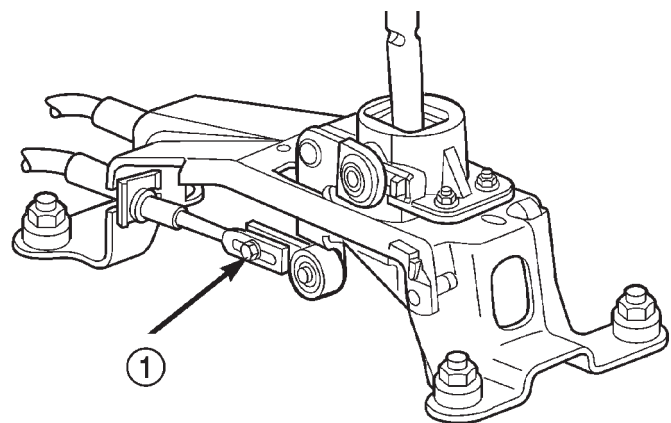

Fig. 47 Tornillo de ajuste del cable de cruce
(11) Ajuste el cable de cruce tal como se indica a continuación:
- (a) Afloje el tornillo de ajuste del cable de cruce en el cambiador (Fig. 47).